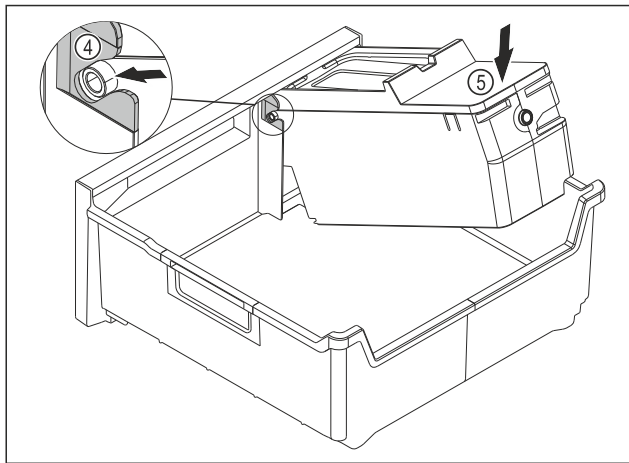

Fig. 216
- EasyTwist-Ice-corpus monteren: Assen van de EasyTwist-Ice-corpus in de geleidingen Fig. 216 (4) schuiven.
- EasyTwist-Ice-corpus Fig. 216 (5) achter omlaag drukken.